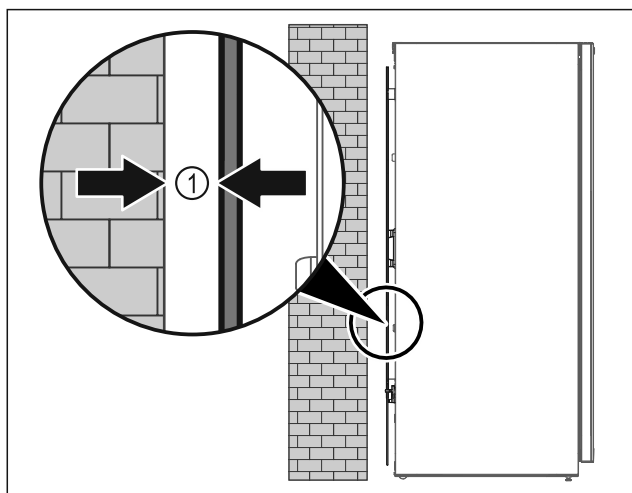

Fig. 9
- ▶ Urządzenie ustawić swobodnie w pomieszczeniu lub bezpośrednio przy ścianie z minimalnym odstępem 5 mm Fig. 9 (1).